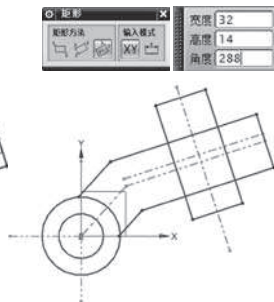

图3-63 绘制矩形
⑩ 单击【矩形】按钮，按照如图 3-63 所示选择绘制矩形方式，以刚刚绘制的偏置直线和上一步骤绘制的竖直参考线的交点为中心，输入框中的数值，完成的矩形绘制。